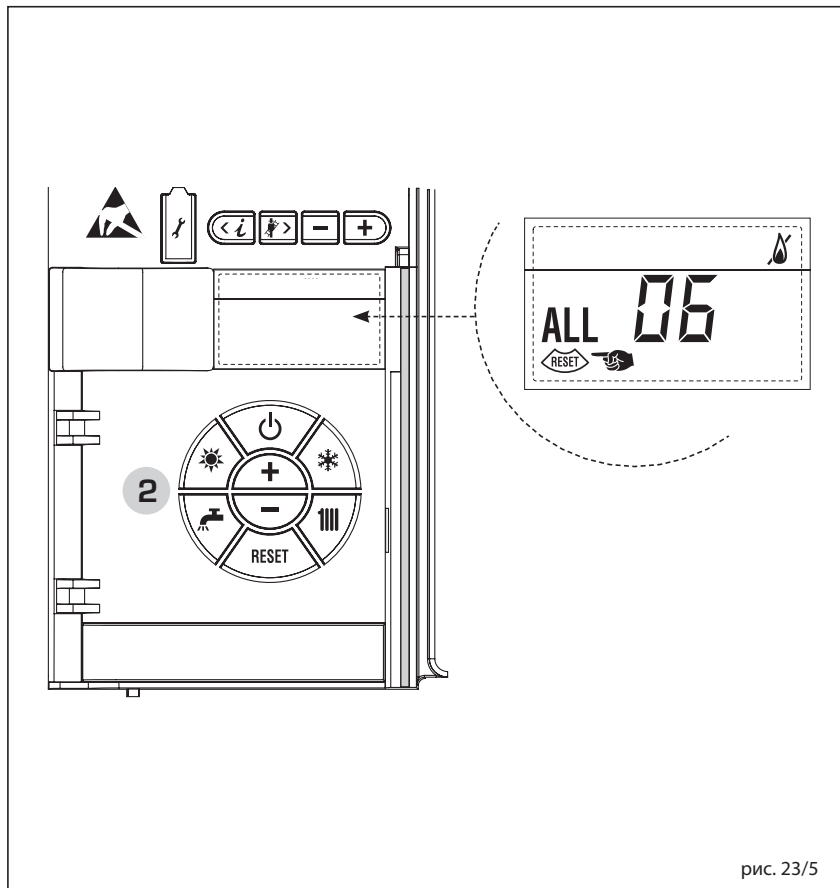

рис. 23/5
– **НЕПОЛАДКА ПРЕДОХРАНИТЕЛЬНОГО/ОГРАНИЧИТЕЛЬНОГО ТЕРМОСТАТА, “ТРЕВ. 07” (рис. 23/6)**